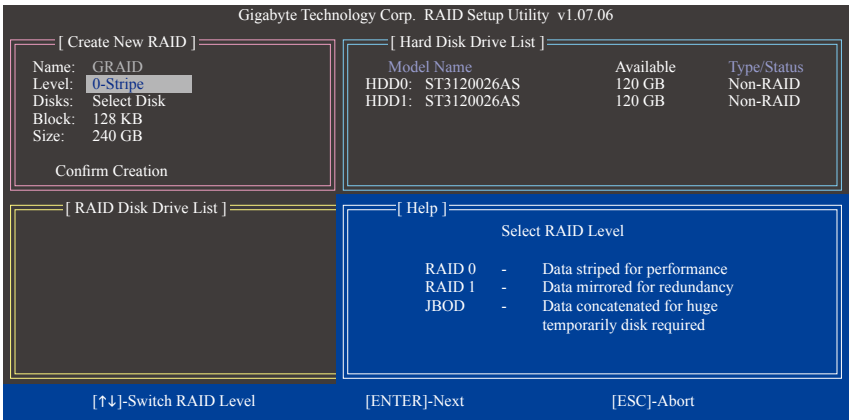

图5
请在「Create New RAID」区依序设定制作磁盘阵列所需的信息。(图5)
2. 选择要制作的磁盘阵列模式(Level): 以<↑>或<↓>键选择要制作的磁盘阵列模式，选项有 RAID 0 (Stripe)、RAID 1 (Mirror)及JBOD (图5)。完成后按<Enter>键移至下一步骤。